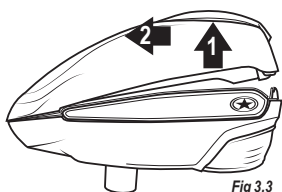

Fig 3.3
3. Soulevez la coquille supérieure de façon à l'écarter de la coquille inférieure, en l'inclinant légèrement vers l'avant, jusqu'à ce qu'elle soit libérée (Fig. 3.3).